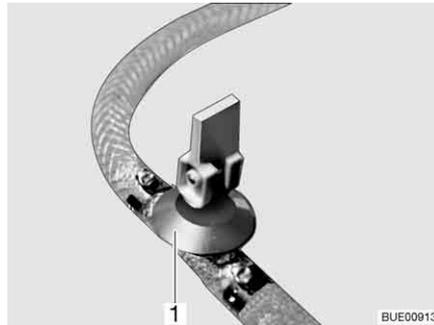
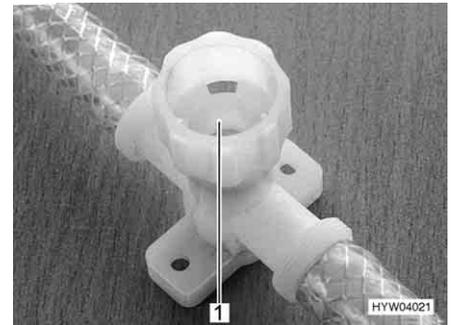

Bild 158 Ablasshahn (mit Kipphebel)
Bild 159 Ablasshahn (mit Drehkappe)
- Alle Ablasshähne öffnen. Dazu den Kipphebel des Ablasshahns (Bild 158,1) senkrecht stellen oder die Kappe des Ablasshahns (Bild 159,1) entgegen dem Uhrzeigersinn drehen.